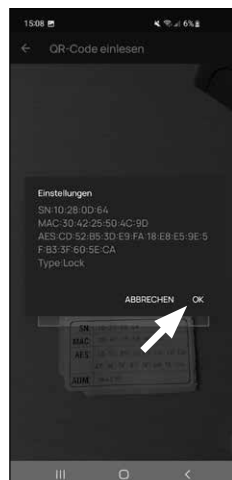

Abb. 5
- 6 Daraufhin erscheint eine Meldung mit Daten zu Ihrem Zylinder, bestätigen Sie diese rechts unten mit „OK“ (Abb. 5).